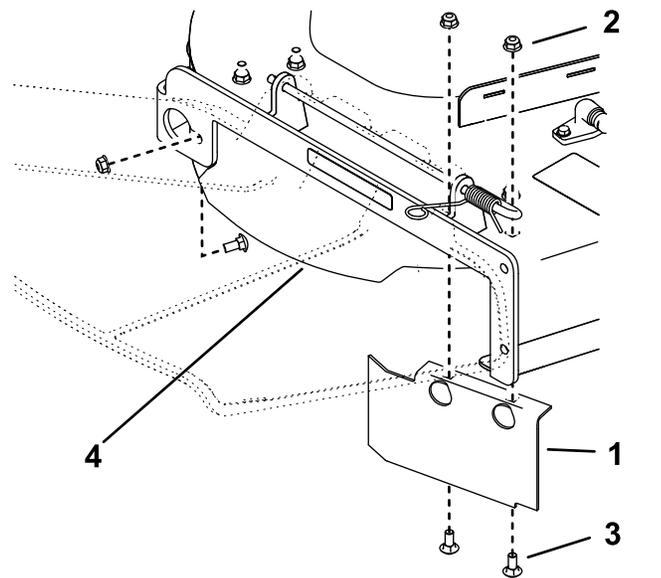

Bild 7
3. Befestigen Sie das Ablenkblech mit zwei Schlossschrauben (5/16" x 3/4") und zwei Muttern (5/16"), wie in Bild 7 abgebildet. Ziehen Sie die Befestigungen handfest an.
4. Befestigen Sie die Rückwand des rechten Ablenkblechs mit einer Schlossschraube (5/16" x 3/4") und einer Mutter (5/16") am Mähwerk, wie in Bild 7 abgebildet.